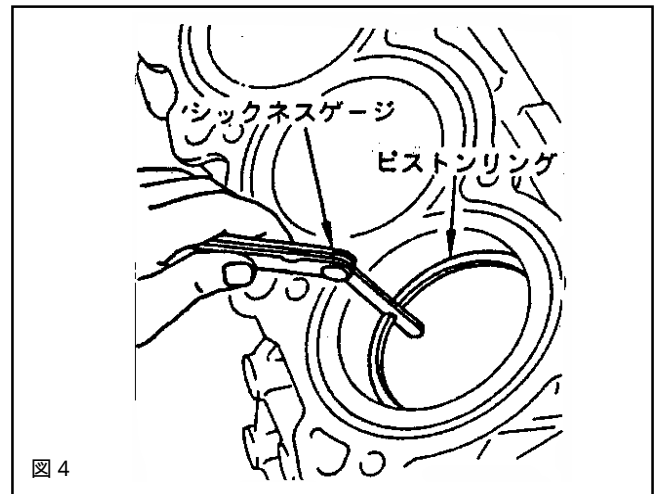

図4
- 5 . 1 図4のようにピストンリングをボーリングされたシリンダの中間位置までピストンを利用して押し込み、シクネスゲージを用いて合い口隙間を測定してください。